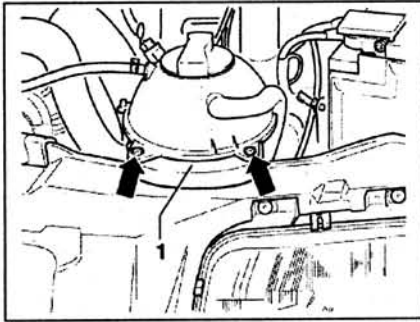

Рис. 2.16. Открутите винты (стрелки) крепления расширительного бачка, закрепите его сбоку вместе с подставкой 1.
6. Открутите винты (стрелки) крепления расширительного бачка, закрепите его сбоку вместе с подставкой 1 (рис. 2.16).